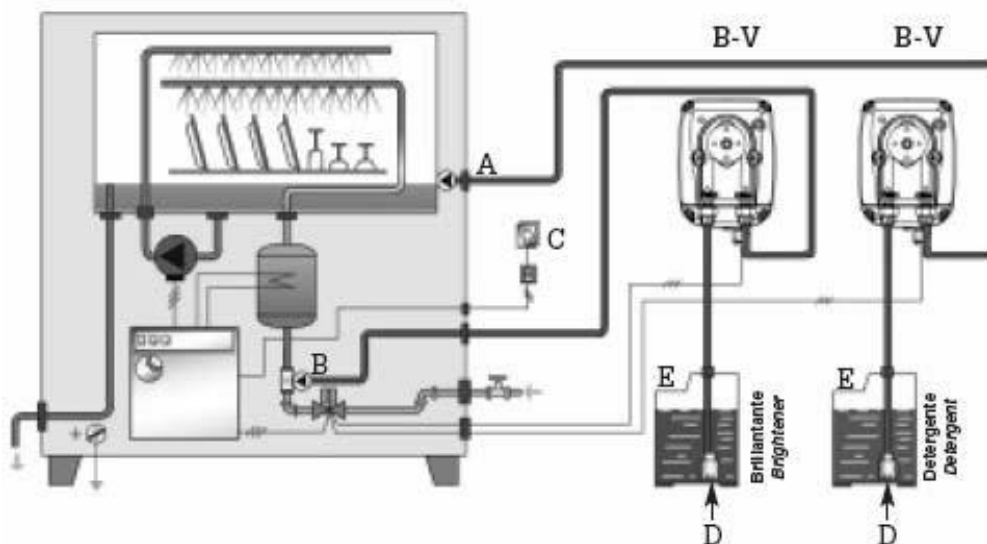

Fig. 8
3.1. Стандартний варіант підключення насоса серії B-V (Рис.8)